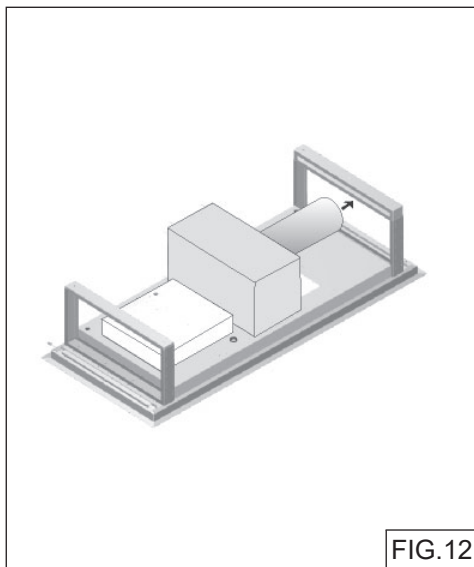

FIG.12
1. La campana se envía en posición de descarga de conducto horizontal y está lista para instalarse (Fig.12).